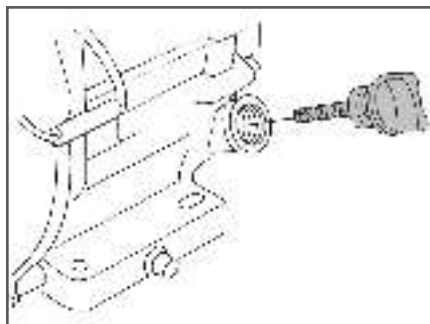

Рис. 22 Крышка-щуп маслозаливной горловины
2. Открутите крышку-щуп маслозаливной горловины и извлеките щуп (Рис. 22).
2. Выкрутите крышку-щуп маслозаливной горловины и извлеките щуп (Рис. 22).